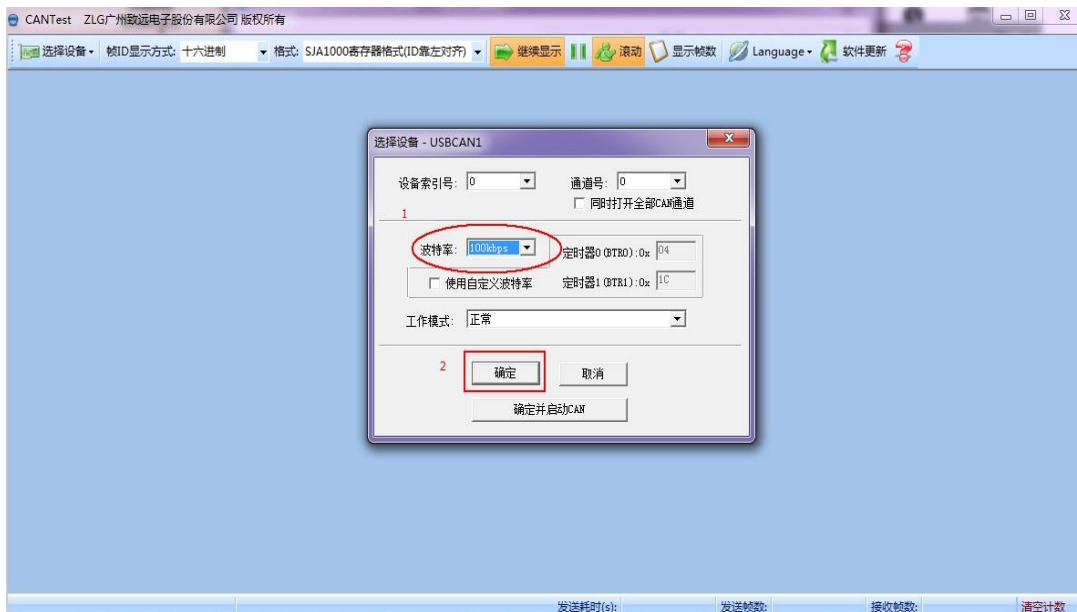
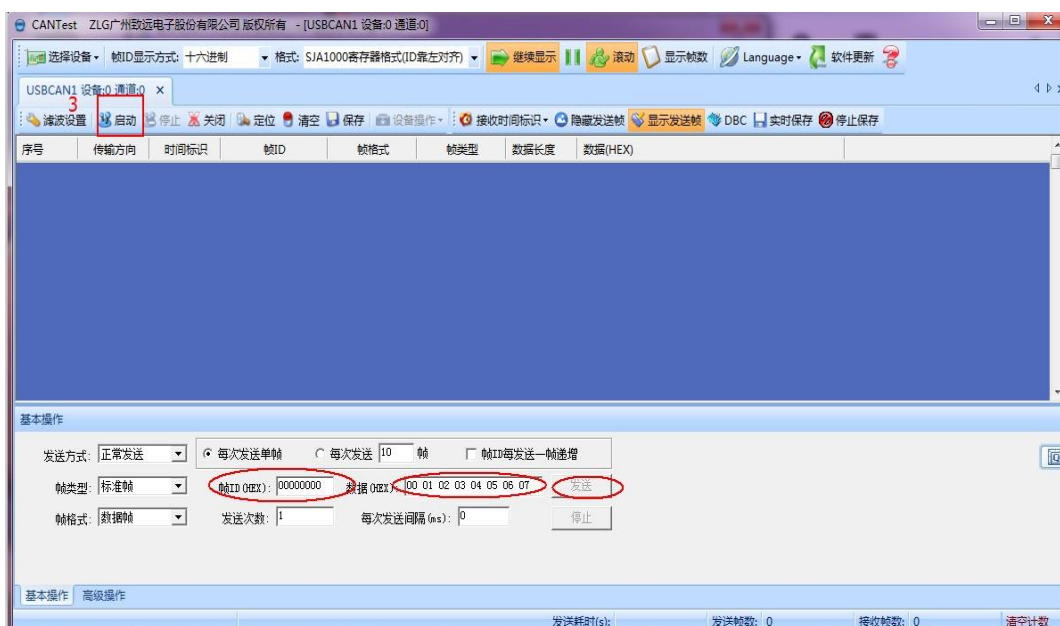

图 22
图 23
(1) CAN 通讯使用的调试工具：CANTest，开始界面如图 22，
打开 CAN 调试工具之后会有上图 22 的界面，第 1 步选择波特率，然后点击“确定”到下图 23。
第 3 步，点击“启动”之后就可以输入命令运行，也可以在图 22 中第 2 步点击“确认并启动 CAN”，这样就不需要再点击“启动”了，可直接输入命令运行。输入“帧 ID”（地址）和“数据”，再点击“发送”，例如输入命令 0x4a 查询电机状态，图 24 所示，